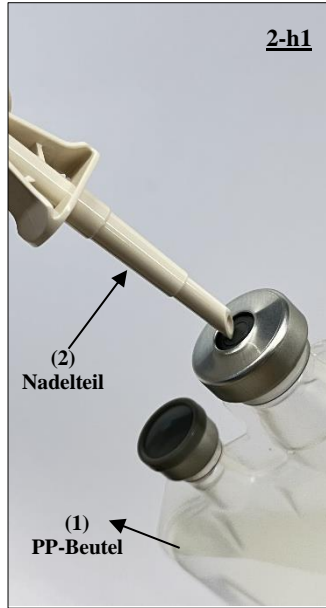

Abb. 16 Ausrichten des Nadelteils des *B-safe-Spikes* (2) mit dem Port des *PP-Beutels* (1) vor dem Einführen.
2-h1 und 2-h2) Führen Sie den Nadelteil des *B-safe-Spikes* (2) in den *PP-Beutel* (1) ein. Achten Sie darauf, dass der Spike vollständig eingeführt ist, um eine sichere Verbindung zu gewährleisten. (Siehe Abb. 16 und 17)